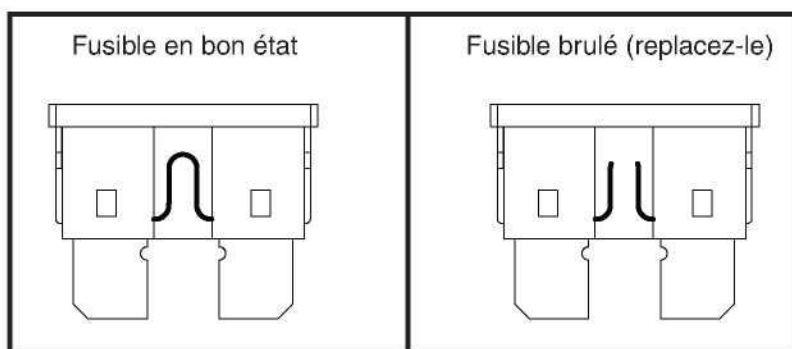

Figure 34. Le remplacement des fusibles
2. Examinez-le pour vérifier s’il est brûlé. **Voir la figure 34.**